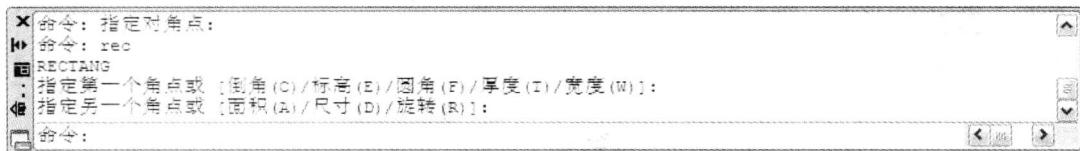

图 1-10 命令行窗口
- 命令行：在绘图区的下面为命令行，可以显示执行的命令、系统变量、选项、信息和提示等信息。用户可以根据需要改变其窗口的大小，也可以将其拖动为浮动窗口，如图 1-10 所示。